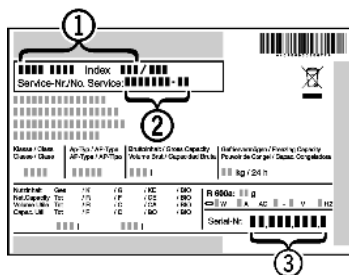

Fig. 53
- ▶ Odczytać z tabliczki znamionowej oznaczenie urządzenia *Fig. 53 (1)*, nr serwisowy *Fig. 53 (2)* oraz numer seryjny *Fig. 53 (3)*. Tabliczka znamionowa znajduje się po lewej stronie wewnątrz urządzenia.